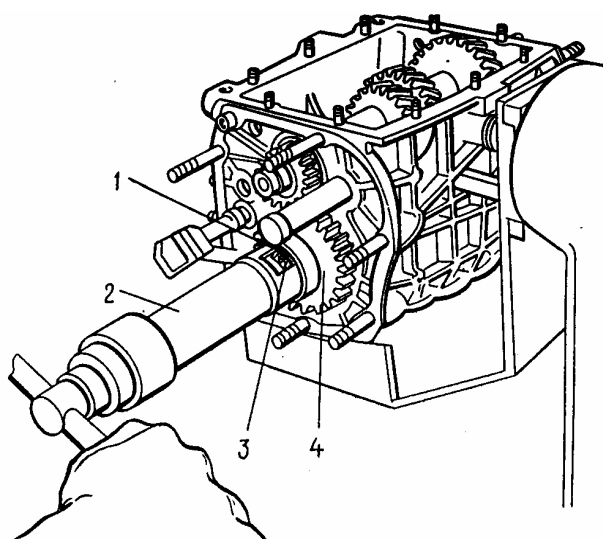

Fig. 3-30. Instalación del anillo de retención del piñón de la marcha de retroceso en el árbol secundario:
- para instalar el anillo de retención del piñón de la marcha de retroceso se utiliza el mandril 41.7816.4069. como se muestra en la fig.3-30,